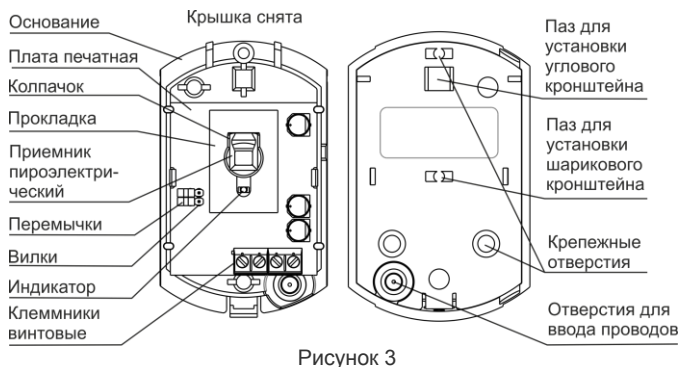

Рисунок 3
**5.1** Конструктивно извещатель выполнен в виде блока, состоящего из основания и съемной крышки. Внутри блока смонтирована печатная плата с радиоэлементами и клеммниками винтовыми для внешних подключений (рисунок 3).